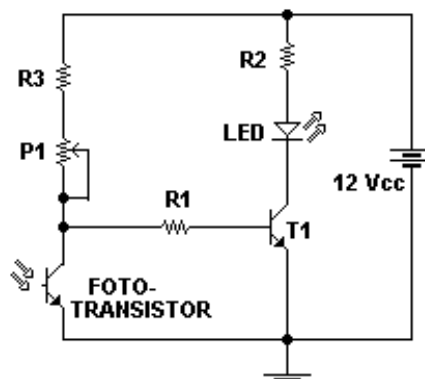

Figura 41
14.2.1 – Monte o circuito da figura 41.